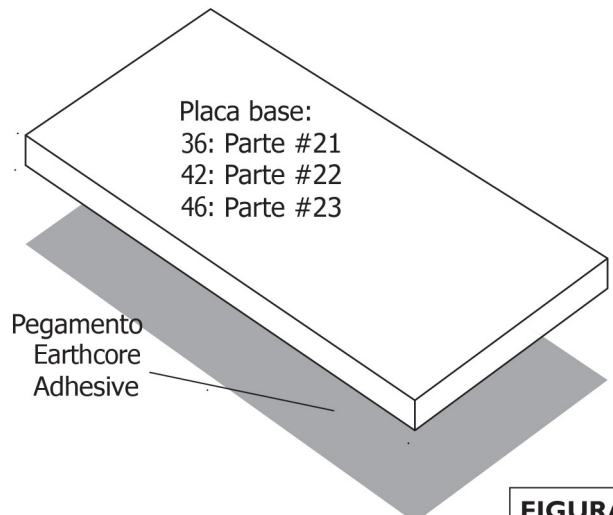

FIGURA 17
1. Coloque las placas base en una capa llena de Earthcore Adhesive sobre una superficie de apoyo nivelada. Vea la página 22 para el sistema de suelo portante (**Figura 17**). No coloque la placa base en posición transversal.